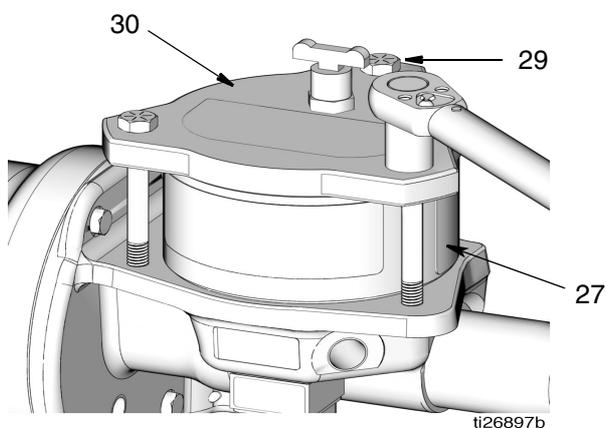

FIG. 16
10. Con una chiave, rimuovere i tiranti (29). Allentare i tiranti secondo uno schema in diagonale, facendo attenzione ad allentare ciascun tirante gradualmente, finché tutti i tiranti non sono completamente allentati. Rimuovere i tiranti (29). Vedere FIG. 16.
11. Rimuovere il coperchio (30) dal serbatoio (27) (FIG. 16).